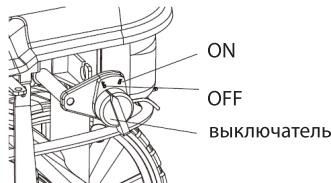

рис.10
4.4 Остановка двигателя: -поворните выключатель двигателя в положение OFF; -нажмите на курок пистолета-распылителя, чтобы сбросить давление в шланге (рис.10)